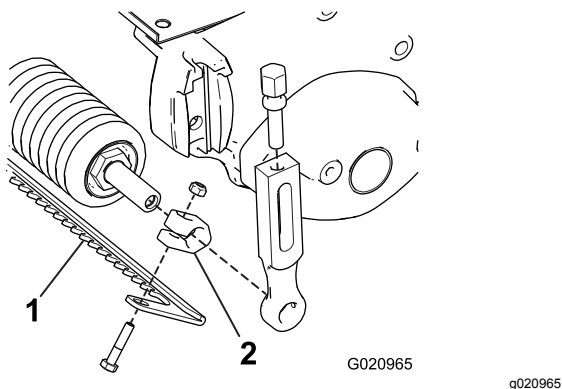

図 2
1. ローラシャフトの両端それぞれにシャフトクランプを挿入する図 2。
4. 図 2のように、前ローラとカッティングユニットの間にスクレーパをセットする。
5. ボルト・ナットでスクレーパを左右のクランプに仮止めする図 2。本締めしないこと。